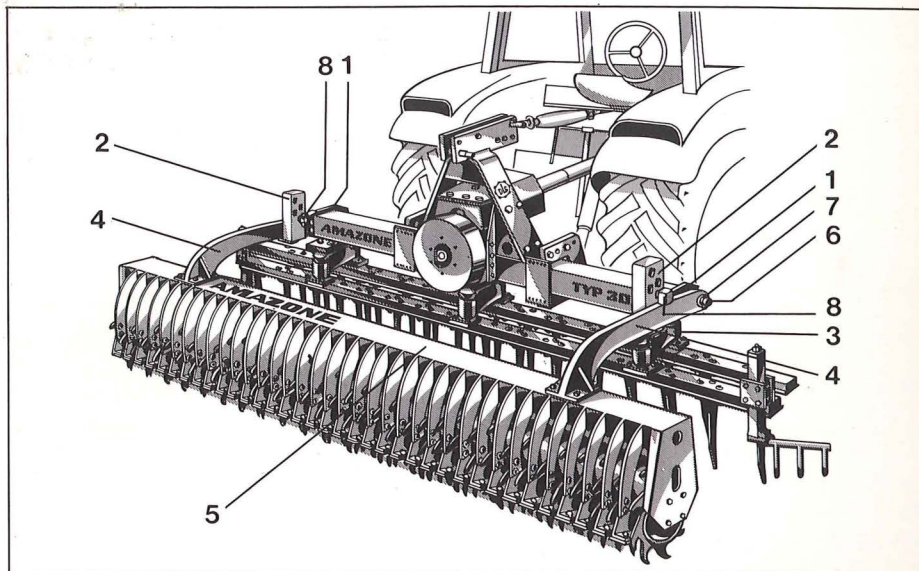

Fig. 5
3.4.2 Ved påbygning af pakvalse til pendulharven bliver ophængsbeslagene (fig. 5/1) først skruet på pendulharven, med afgrænsningsstolpen (fig. 5/2) bagud og med bærearmerholderne (fig. 5/3) udefter. Montering af bæreamene (fig. 5/4) til pakvalsens bærramme (fig. 5/5) sker i første omgang kun løst og med den frie ende visende i køreretningen. Efter at pakvalse er koblet til pendulharven ved hjælp af koblingsbolten (fig. 5/6), som skal sikres med en ringsplit (fig. 5/7), skal bæreamene (fig. 5/4) trykkes tæt ind til afstøtningsdelens afgrænsningsstolper (fig. 5/2) og spændes fast. Dybdereguleringsboltene (fig. 5/8) skal, til indstilling af pendulharvens arbejdsdybde, stikkes i det ønskede hul i afgrænsningsstolpen ovenover bæreamen (fig. 5/4) og sikres med en fjedersplit. Dybdereguleringsboltens hoved er firkantet med forskellige afstande. Disse kanter er kendetegnet med tallene 1, 2, 3, 4. Det er vigtigt, at begge bæreamene ligger an mod de samme kanter (samme tal på boltekanten) på dybdereguleringsboltene.